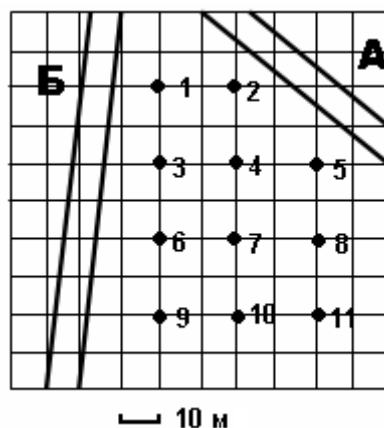

Рисунок 3 – План участка города для расчёта шумового загрязнения:
1. Рассчитать уровень шума для расчётных точек на территории, изображённой на плане (рисунок 3) по представленным данным (таблица 9). Результаты расчёта занести в таблицу 10: